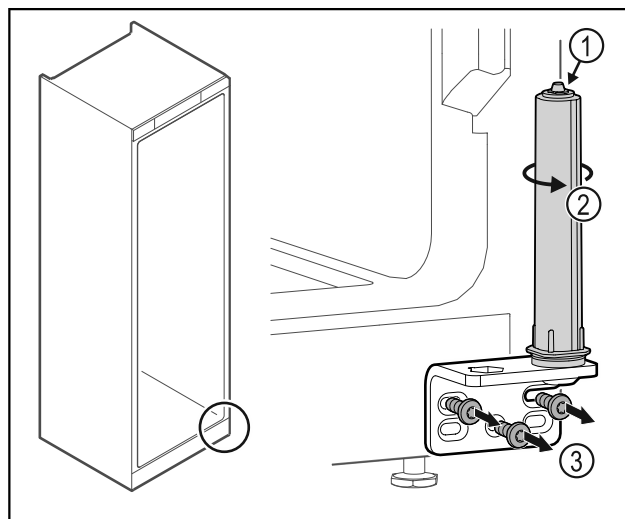

Fig. 24
- ▶ Dørlukkesystemet må ikke tas fra hverandre Fig. 24 (1).
- ▶ Drei på lukkesystemet Fig. 24 (2) til det sier klikk.
- ▶ Skru av hengselvinkelen Fig. 24 (3).